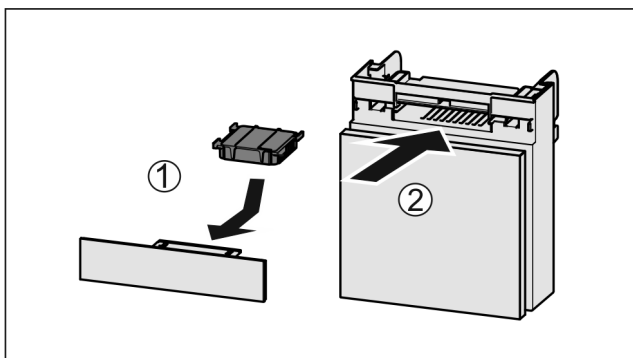

Fig. 121
- ▶ Helyezze be Fig. 121 (1) az aktívszén-szűrőt az ábrán látható módon.
- ▶ Tolja be Fig. 121 (2) a rekeszt.